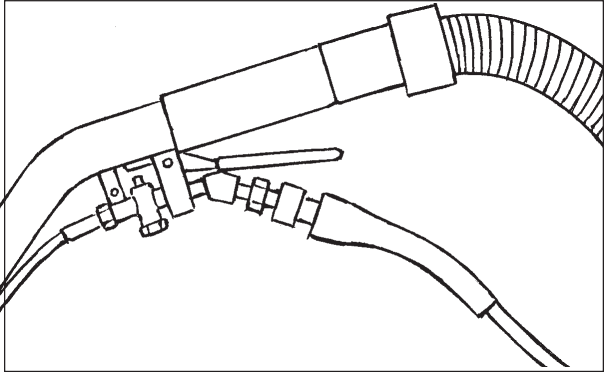

Figure 3A
2. Connectez le flexible de solution à l'extracteur et à l'outil de sol. Pour fixer le raccord de déconnexion rapide, faites glisser le collier moleté sur le couplage femelle dans la direction opposée à l'ouverture. Poussez le couplage mâle dans le couplage femelle. Voir Figures 3A et 3B.